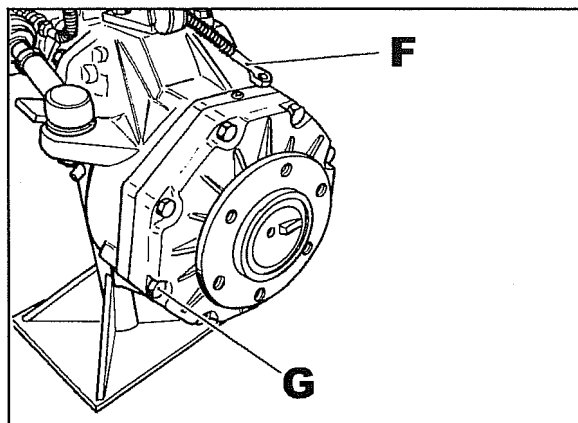

Fig. 22
- 31 Débrancher le tube **F** fig. 22 de refoulement de l'huile vers la masse freinante.
- 32 Après avoir placé un récipient pour récupérer l'huile, démonter les masses en enlevant les vis **G** fig. 22.